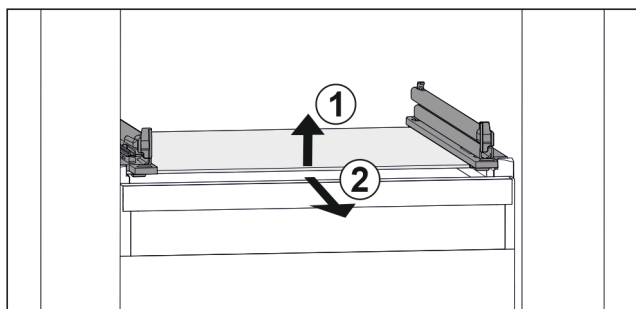

Fig. 48 Rappresentazione esemplificativa del ripiano in vetro
- ▶ Sollevare il ripiano in vetro dal davanti. *Fig. 48 (1)*
- ▶ Rimuovere il ripiano in vetro tirando in avanti. *Fig. 48 (2)*